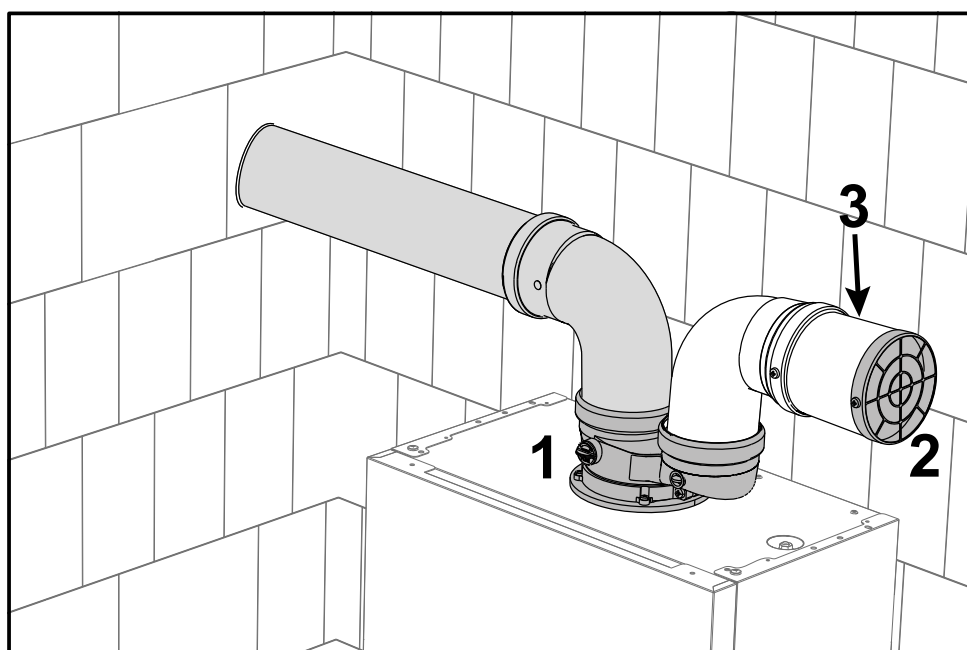

fig. 47 - Griglia di protezione
Installare l'accessorio di partenza (rif. 1 fig. 47 - cod. **041082X0**). Nel condotto di aspirazione deve essere montata la griglia di protezione (rif. 2 - fig. 47 - cod. **1KWMA85A**). Se necessario, inserire un tronchetto (3) fra griglia e accessorio.